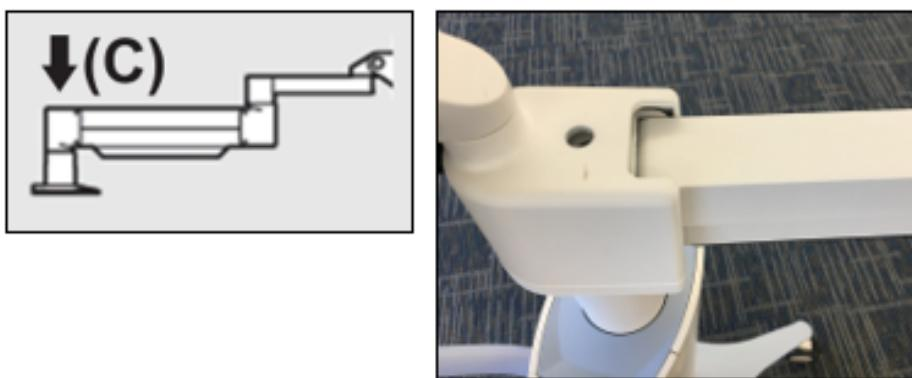

Bild 4-7. Ställ in armens spänning med justeringsskruv C för styrka
- Ställ in armens spänning med **justeringskruv C för styrka**. Använd en 7/32 insexnyckel och vrid skruv C motsols tills armen bara börjar röra sig långsamt uppåt. Armen bör studsa tillbaka något när du slår ner den lite lätt efter justeringen. Se bild 4-7.